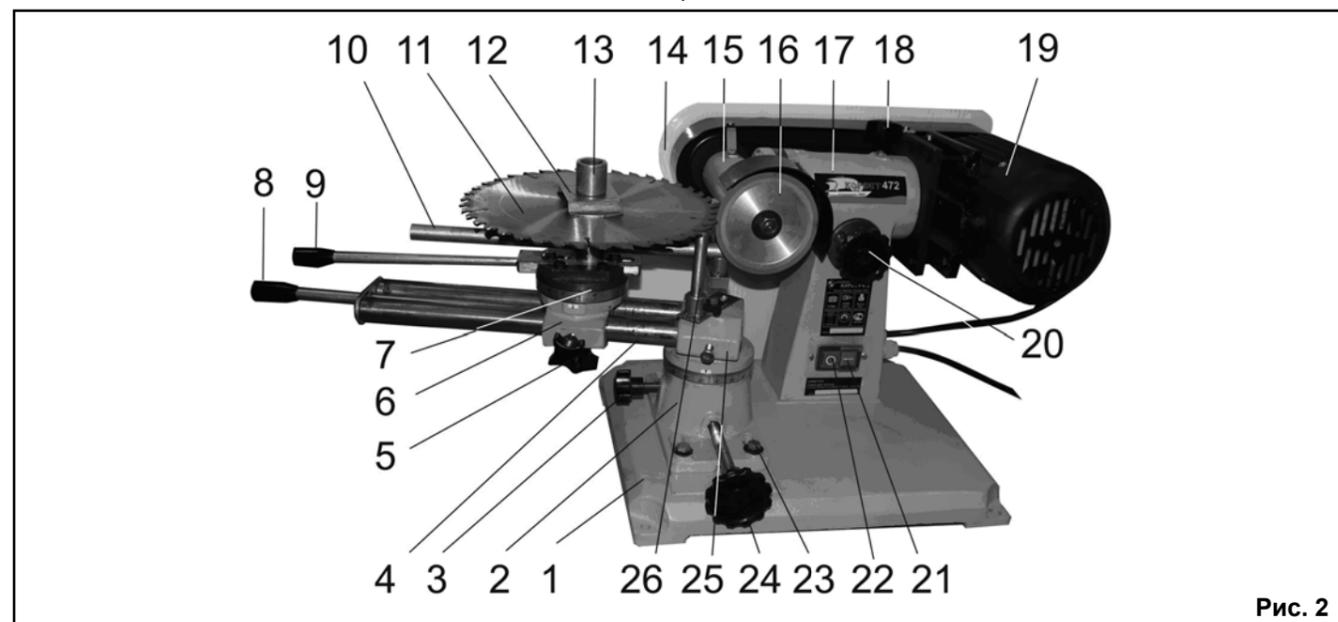
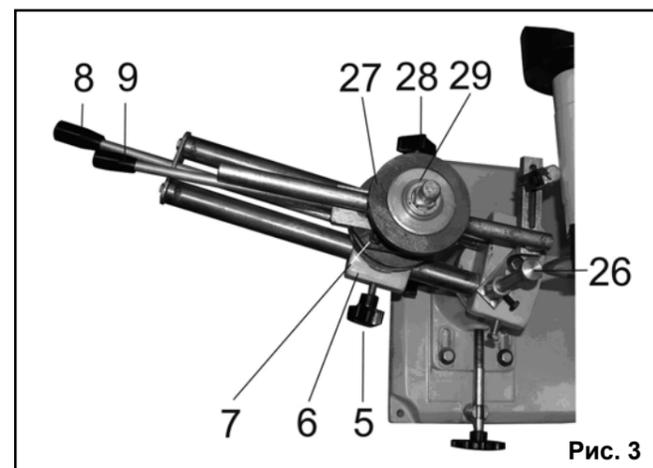

Рис. 2
Рис. 3
7.1. Машина состоит из следующих сборочных единиц и деталей (Рис.2, Рис.3)
#### 8.1. Монтаж машины (Рис.2)
#### 8.2. Сборка машины (Рис.2)
8.2.1. Как показано на Рис.2, установите и закрепите заточный круг (16). В зависимости от выполнения намеченной работы, заточный круг (16) устанавливайте рабочей поверхностью с наружной или внутренней стороны относительно машины.
#### 9.1. Подготовка к работе (Рис. 3,4,5,6,7,8,9)
9.2.3. Включение машины производится нажатием на кнопку «I» (21) Рис. 2.
9.2.4. Выключение машины производится нажатием на кнопку «O» (22) Рис.2.